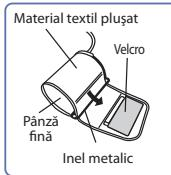

Fig. 2
- Manșonul este fixat în mod corect atunci când banda de tip velcro este de partea exterioară a manșonului, iar inelul metalic nu intră în contact cu pielea (Fig. 2).